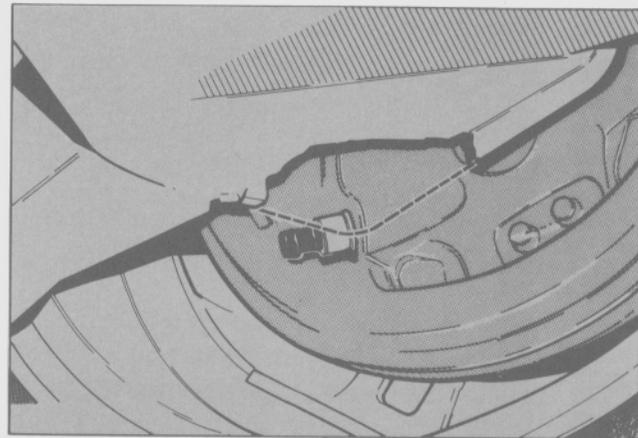

Fig. 66 - Topes el freno de estacionamiento en la placa portafrenos
- Ajustar la tensión del freno de estacionamiento de acuerdo a lo detallado en la Sección 2 de este capítulo (Figs. 66 y 67).